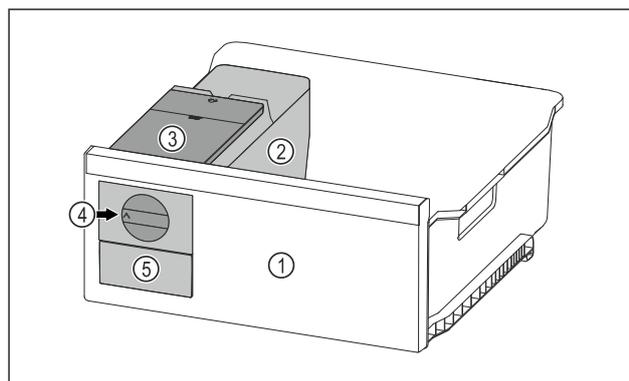

Fig. 102 例图
- ▶ 将旋钮 Fig. 102 (4) 顺时针转动到底。
- ▶ 冰块从方块冰盘落入冰块抽屉 Fig. 102 (5) 中。